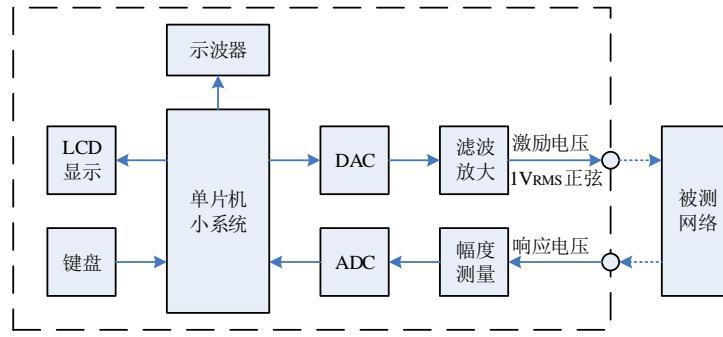

图 1 系统框图
- 4、系统总体设计参考方案如图 1 所示。
将图 1 中的不同模块电路功能的实现，（也可以自己定义指标，如由单片机控制 DAC 产生正弦波，且频率范围为 10Hz~1KHz，以 10Hz 步进，输入阻抗 $>10\text{K}\Omega$ 等），按照对不同层次学生的培养要求，对实验任务进行进阶化解，分基本任务和提高任务。任务进阶化解要考虑课外+课内时数及线上+线下结合。在描述中也可以有需要观察的现象，分析某种现象的成因、需要解决的问题等。
对图 1 中的主要模块如正弦波信号发生器设计, 信号滤波放大电路设计, 被测网络电路设计, 幅值测量电路设计等, 进行器件选型, 电路设计与参数计算 (参数计算只给出公式及结果), 并给出仿真结果。